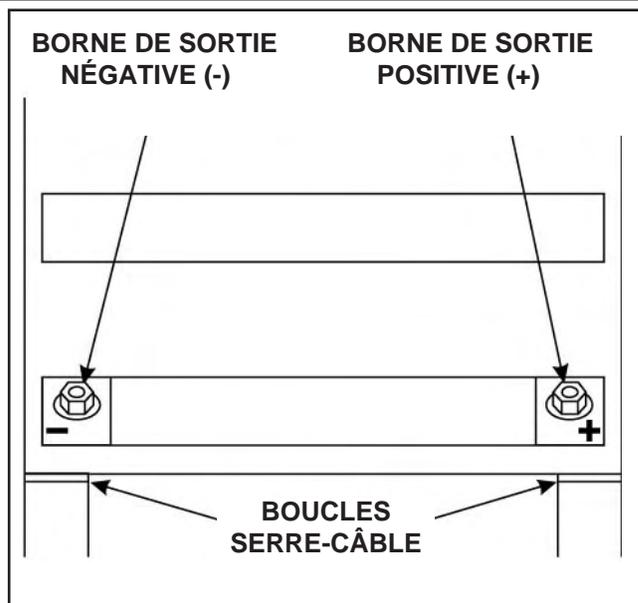

FIGURE A.9 – Bornes de sortie
2. Repérer les boucles serre-câble amovibles directement au-dessous des bornes de sortie dans les coins inférieurs droit et gauche à l'avant de la machine. Voir figure A.9.